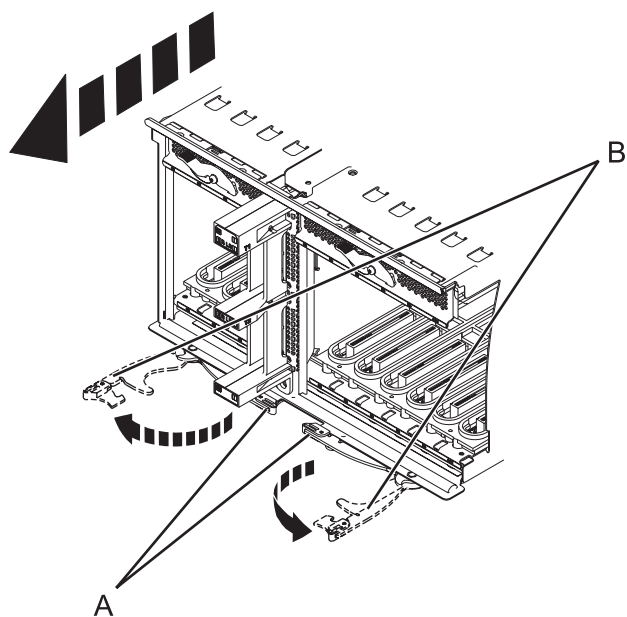

Figure 81. Retrait de la carte mère d'entrée-sortie
12. Appuyez sur les loquets de déverrouillage (**A**) et tirez sur les leviers (**B**) pour dégager la carte du système, comme illustré dans la figure 81.